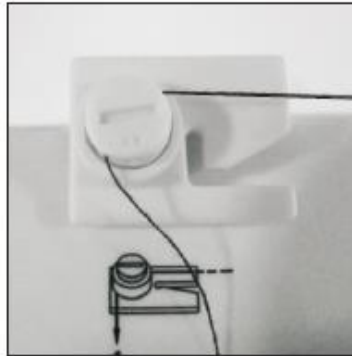

Fig.21
2. Stop de draad door de spoelopwindspanningsschijf aan de bovenkant van de machine. (Fig.21)